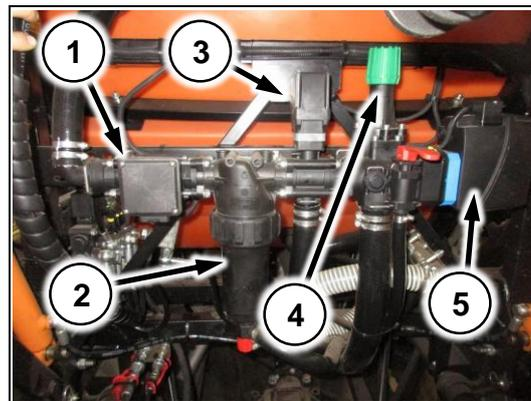
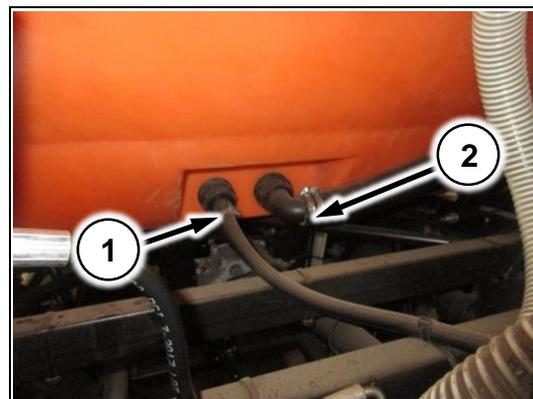

Рис. 82
Рис. 95
(Рис. 82/1) – расходомер;
(Рис. 82/2) – корпус фильтра тонкой очистки;
(Рис. 82/3) – регулирующий клапан;
(Рис. 82/4) – предохранительный клапан;
(Рис. 82/5) – главный клапан;
1. М – главный клапан (Рис. 82/5)
2. R – регулирующий клапан (Рис. 82/3)
3. F – расходомер (Рис. 82/1)
Гидравлическая мешалка предназначена для обеспечения равномерной концентрации рабочей жидкости в баке (Рис. 95/1). Гидравлическая мешалка включается краном на гидрораспределителе (Рис. 82/6) (Рис. 95/2) – сброс в бочку с коллектора сброса хим. системы